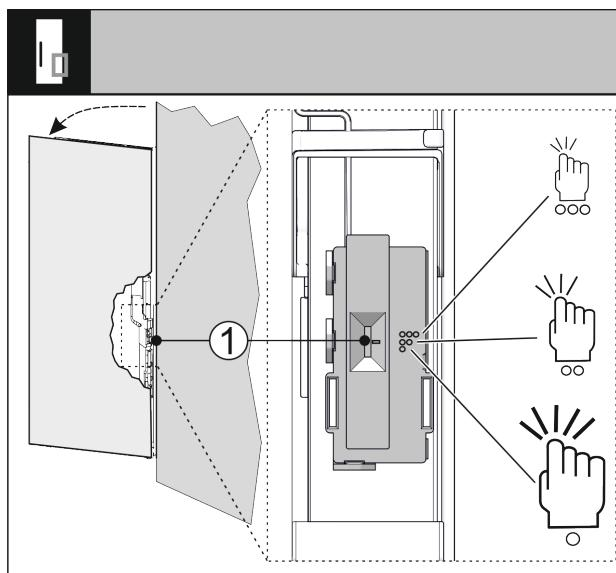

Fig. 34
Чутливість датчика постукування можна налаштувати за допомогою перемикача Fig. 34 (1). Перемикач розташовується з боку петель у нижній третині дверей.
- Пересуньте перемикач Fig. 34 (1) у потрібне положення.